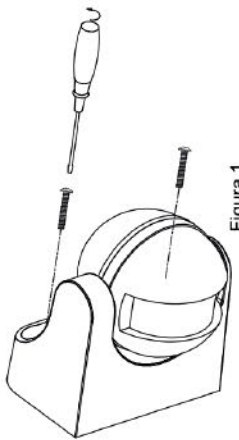

Figura 1
- 1 Allentare le viti posteriori e rimuovere la base (vedi Figura 1).